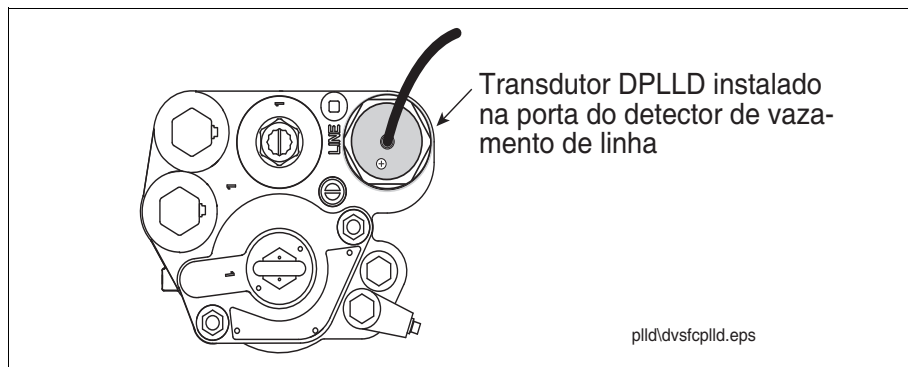

Figura 9. Localização do plugue na porta de descarga para transdutor de vazamento de linha
3. Caso a bomba não tenha um dispositivo de recuperação de vapores de estágio II instalado na tubulação pressurizada, retire o plugue de 2" NPT da porta do detector de vazamento de linha. Instale o transdutor DPLLD na porta de 2" NPT (ver Figura 9).